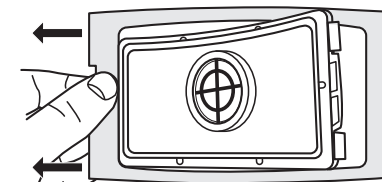

Fig. 7b
- Con cuidado coloque el empaque alrededor del filtro (Fig. 7b).